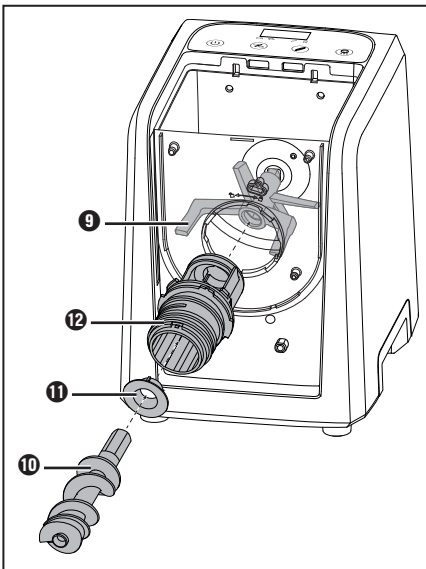
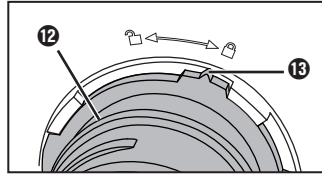

Fig. 3
Fig. 4
- 4) Împingeți rulmentul **11** în capătul suportului **12**, astfel încât cele trei vârfuri de pe rulment **11** să alunece în decupajele din suport **12** (fig. 3).
- 5) Montați suportul **12** pe recipientul pentru aluat **15**. Pentru acest lucru împingeți suportul **12** cu capătul îngust prin orificiul rotund al recipientului pentru aluat **15** (fig. 3). Suportul **12** se potrivește prin orificiu doar într-o anumită poziție, marcajul **13** indică spre simbolul  de pe recipientul pentru aluat **15**. Rotiți suportul **12** în sens orar până când marcajul **13** de pe suport **12** coincide cu simbolul  (fig. 4):
- 6) Apoi, împingeți melcul **10** cu capătul îngust prin suport **12** în ștuțul de prindere al cârligului de frământat **9** (fig. 3). La nevoie, introduceți mâna de sus în recipientul pentru aluat **15** și mișcați puțin de cârligul de frământat **9**, până când reușiți să introduceți melcul **10**.